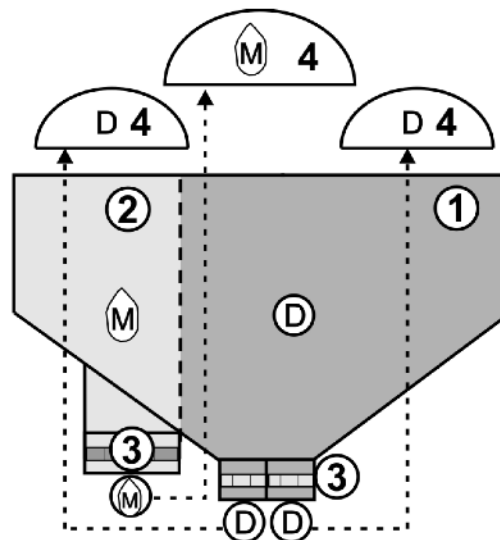

Fig. 26
- Die Dosierer mit den entsprechenden Dosierwalzen für Mais und Dünger (Fig. 26/3) ausrüsten.
- Je nach gewünschtem Reihenabstand müssen einige Ausgänge an allen Verteilern (Fig. 26/4, verschlossen werden.